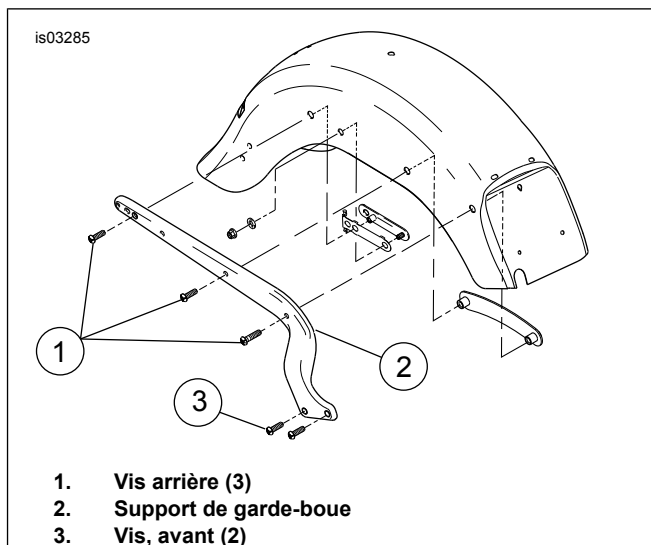

Figure 5. Vis de support de garde-boue et support de garde-boue
- Voir la Figure 5. Retirer trois vis arrière (1) du support de garde-boue (2).
- Desserrer sans retirer deux vis avant (3) sur le support de garde-boue.
1. Voir la Figure 5. Installer une vis arrière (1) pour immobiliser le support de garde-boue pendant l'acheminement du câblage. Installer la vis mais ne pas serrer complètement.